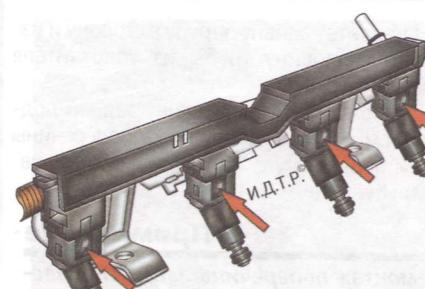

Рис. 5.28. Отсоединение от форсунок рампы электрических разъемов
8. Отжав отверткой фиксаторы колодок жгутов проводов форсунок, как показано на рис. 5.28, отсоедините от форсунок колодку 6 (см. рис. 5.27) электрических разъемов форсунок и отведите рампу в сторону.